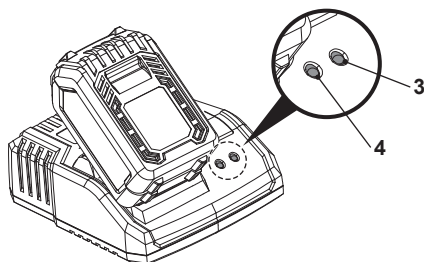

Fig. 4
Los indicadores (3, 4) del cargador (1) muestran el estado de carga (Fig. 4).